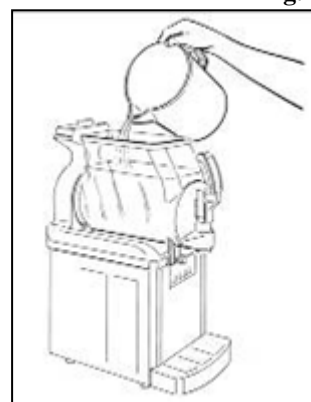

Fig. 3
- **R**iempiere la vasca con acqua tiepida (fig.3) e rimettere entrambi i coperchi assicurandosi che il micro di sicurezza sia attivato.